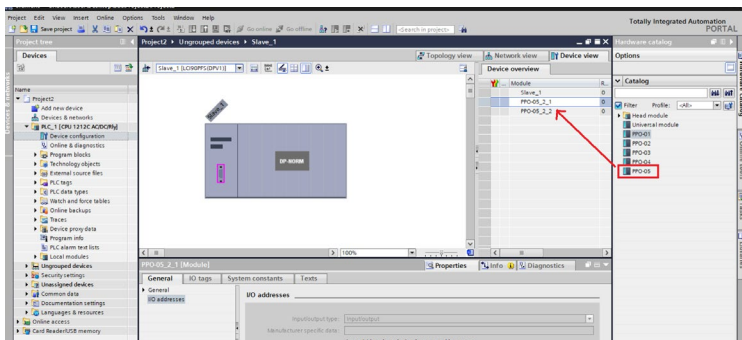

Рисунок 14 – Перенос параметра данных PPO-05
9. Перенести из каталога справа в окно «Device overview» необходимый параметр данных. Например, PPO-05 (рисунок 14).